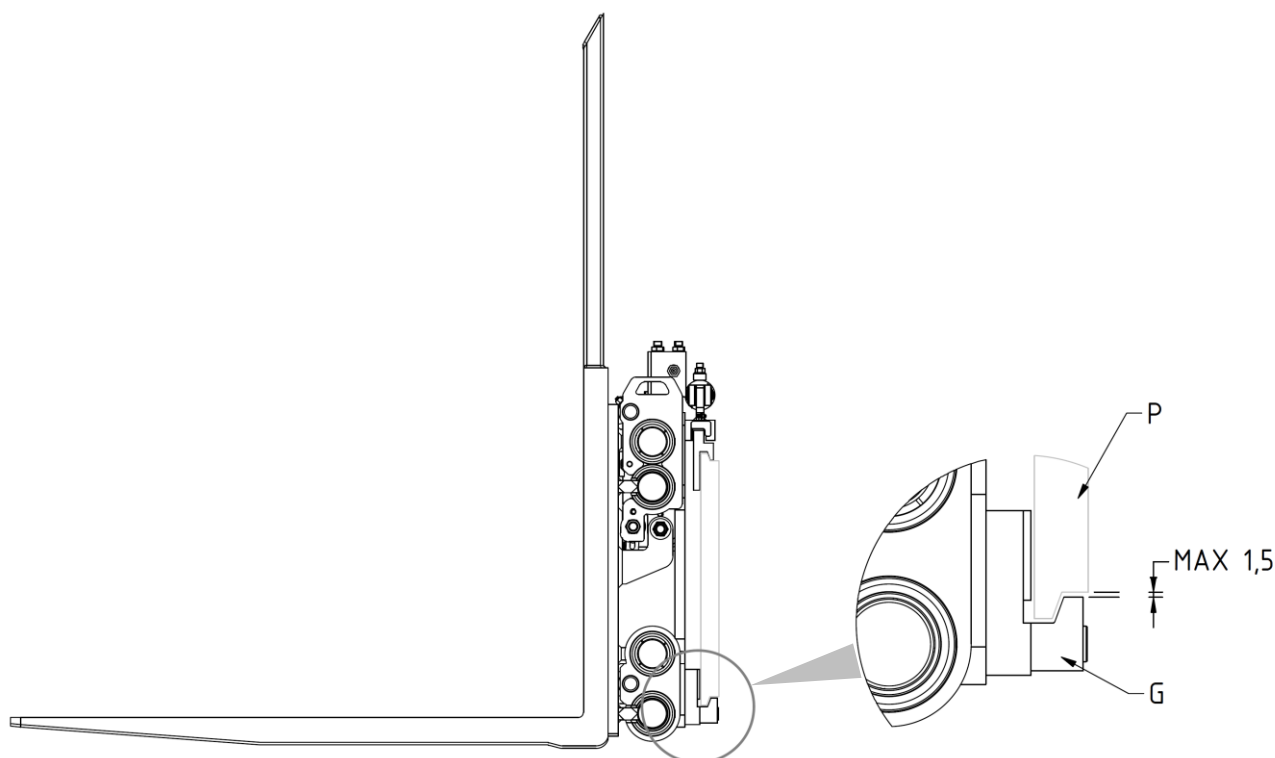
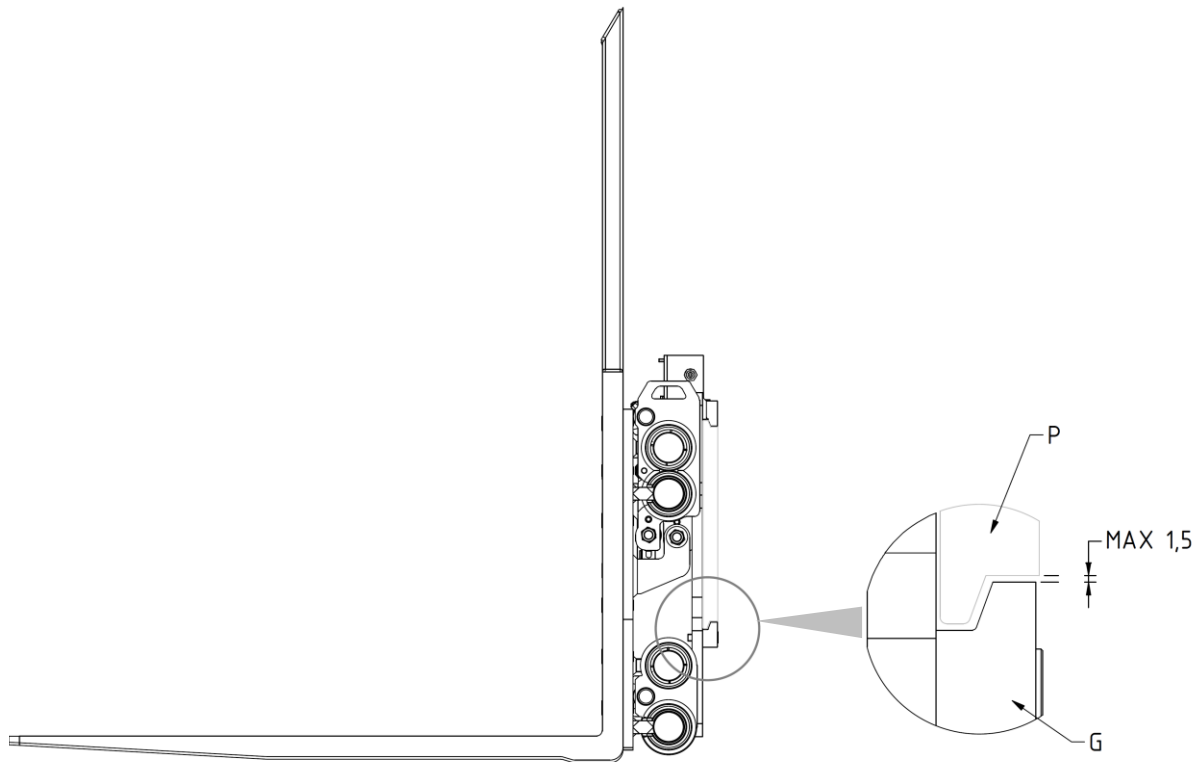

Figura 7
Figura 10
11. Riavvitare i 2 ganci inferiori G in modo che il corpo di questi rimanga agganciato anche inferiormente alla piastra porta forche P (con gioco max. 1,5mm, vedi dettaglio *Figura 7*), serrando con coppia di serraggio indicata nella *Tabella 3*.
7. Riavvitare i 2 ganci inferiori G in modo che il corpo di questi rimanga agganciato anche inferiormente alla piastra porta forche P (con gioco max. 1,5mm, vedi dettaglio *Figura 10*), serrando con coppia di serraggio indicata nella *Tabella 4*.
3. Controllare il gioco fra la parte inferiore della piastra porta forche e i ganci inferiori dell'attrezzatura, verificando che sia come indicato in *Figura 7* (pag. 14) e in *Figura 10* (pag. 17) ed, eventualmente, intervenire sul serraggio delle viti che li sorreggono.